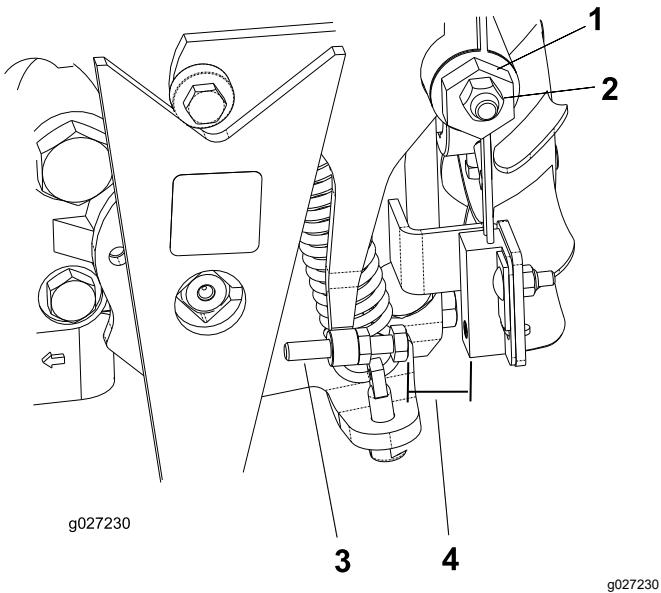

Figure 34
4. Desserrez le contre-écrou de la came de réglage de transmission (Figure 34).
- Démarrer le moteur et tournez l'hexagone de la came (Figure 34) dans un sens puis dans l'autre pour déterminer la position centrale de la course de réglage du point mort.
- Ajustez la vis jusqu'à obtention d'un écartement de 0,8 à 2,3 mm ; voir Figure 34.